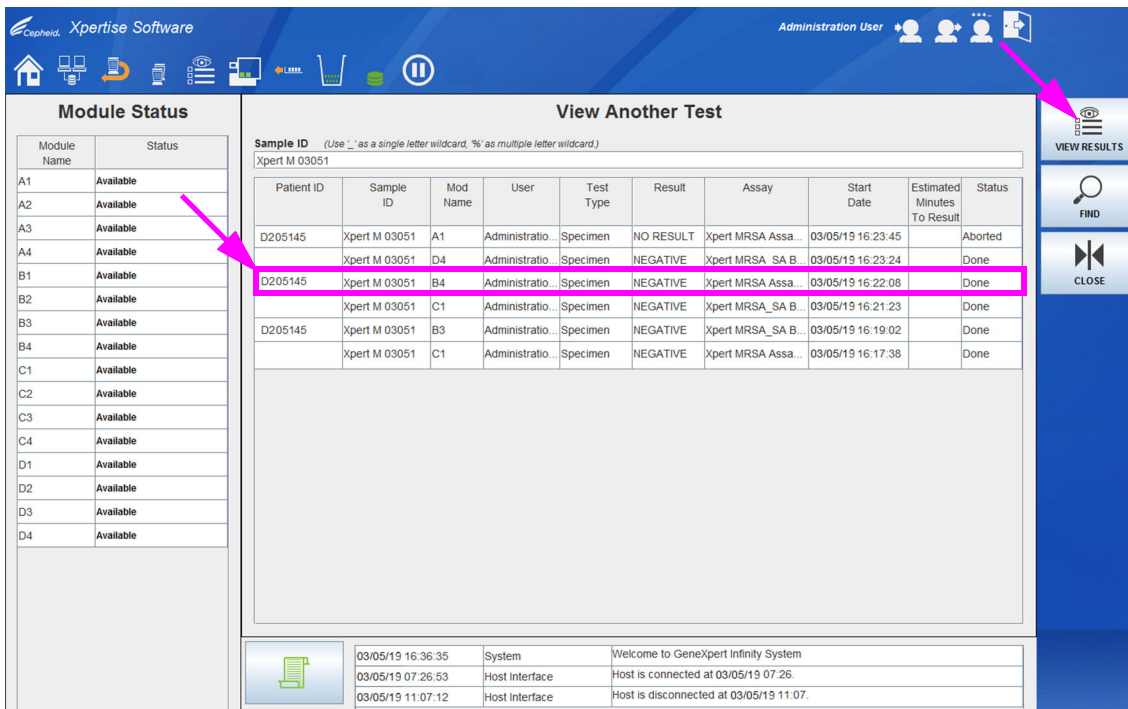

图 5-77. 查看另一个测试 (View Another Test) 工作区 - 按样品 ID 搜索的结果
- 查看另一个测试 (View Another Test) 工作区将更新以显示搜索的结果（请参见图 5-77）。
- 在此搜索结果工作区中，找到要查看的特定测试，然后选择该条目（请参见图 5-77）。
- 选择**查看结果 (VIEW RESULTS)** 按钮可显示所选特定测试的结果（请参见图 5-77）。